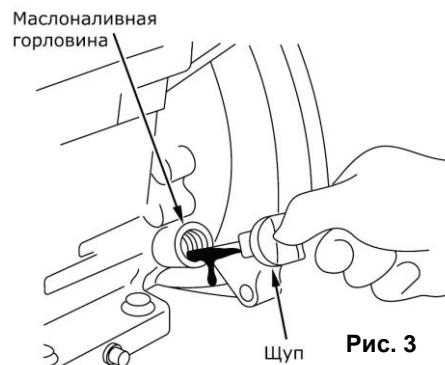

Рис. 3
**⚠ Внимание!** При проверке уровня масла или его замены, генератор должен стоять ровно на горизонтальной поверхности. Двигатель должен быть остановлен. Поддерживайте уровень масла у максимальной отметки (H) на масляном щупе.
- Если уровень масла меньше нижней линии на щупе, долейте масло до верхней линии. При загрязнении, масло необходимо заменить (См. Рис.3).